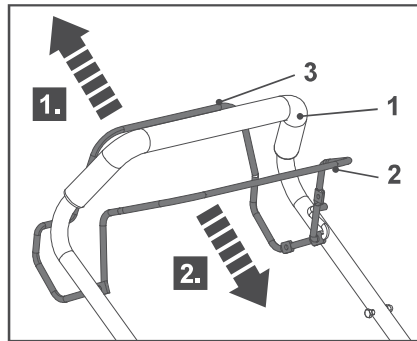

Fig. 25
1. Suelte la palanca de autopropulsión (3) para detener la función de autopropulsión (Fig. 25, paso 1).
2. Suelte la palanca de freno (2) para detener el motor y la cuchilla (Fig. 25, paso 2).